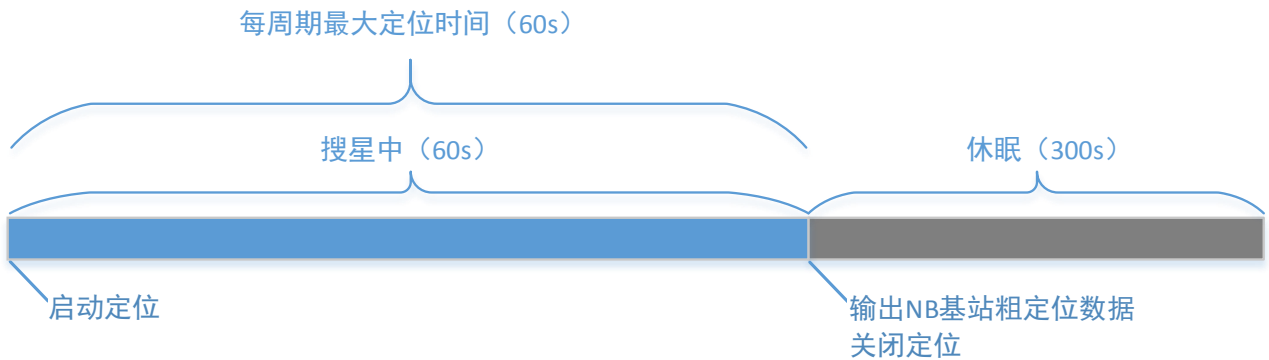

图 3 周期模式定位失败流程 2
1. 最大定位时间 M：值过小会导致每个周期都无法正常完成搜星，值过大会导致在定位卫星信号不良时功耗严重增加（如图 3）。经多次测试，建议值为 60，定位卫星信号较差的环境可增大。